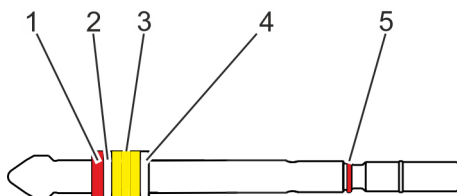

Fig. 27: Husillo con anillos de empaquetadura (el número de anillos es variable)
18. ▶ Quite la junta tórica (Fig. 27/5) del husillo.
19. ▶ Quite el anillo rigidizador (Fig. 27/4) del husillo.
20. ▶ Quite los anillos de empaquetadura (Fig. 27/3) del husillo.
21. ▶ Quite el anillo rigidizador (Fig. 27/2) del husillo.
22. ▶ Quite el anillo de apoyo (Fig. 27/1) del husillo.